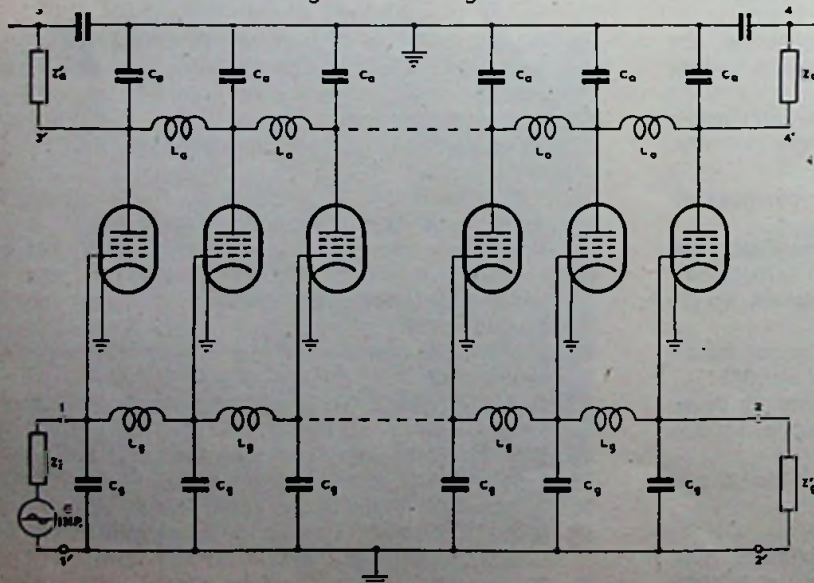
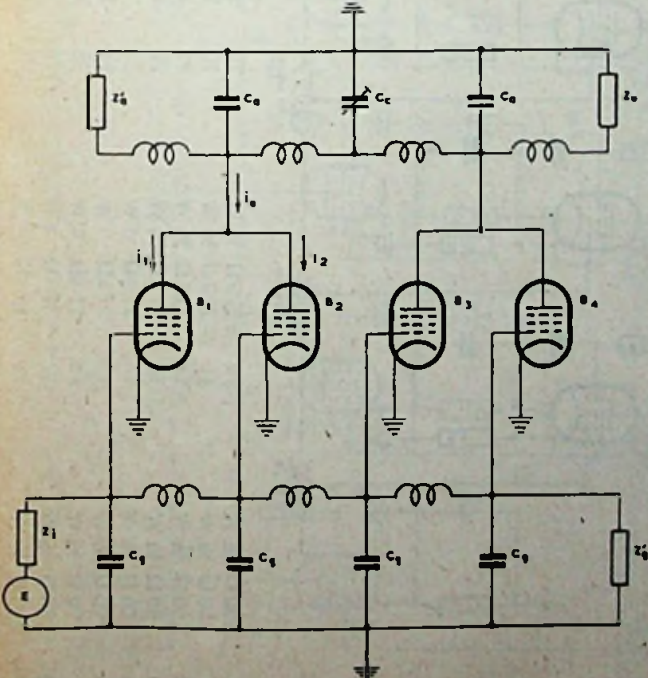

Fig. 1 Principe van de distributed amplifier.
Fig. 4. Paarsgewijze schakeling van de buizen.
niet en de steilheden wel opgeteld worden. Dit kan men doen door de rooster- en anode-capaciteiten op te nemen als shuntcapaciteiten in een kunstmatige voedingslijn. Het principe-schema van de aldus onstane distributed amplifier is weergegeven in fig. 1.
zodat de impedantie van de inputlijn van fig. 1 dus gegeven is door
De distributed amplifier is ook de enige versterker welke een grotere bandbreedte kan versterken dan men in een gewone versterker op grond van f₀ kan verwachten. Dit opent perspectieven voor toepassing van de overigens zeer steile VR65 (CV118). Bovendien komt men bij gewone versterkers praktisch niet uit boven 50% van de theoretisch berekende waarde. Wanneer men fig. 1 nader beziet, dan zal men opmerken dat hier een
T.w. paarsgewijze koppeling van de anoden of roosters. In fig. 4 is dit in schema gezet voor gekoppelde anoden. De roosters zijn hier op de normale manier aangesloten. De ontbrekende C₂ tussen twee secties wordt vervangen door een correctietrimmer C_c. De schakeling waarbij de roosters paarsgewijs worden verbonden en de anoden normaal geschakeld worden is geheel identiek aan die uit fig. 4 en blijft derhalve buiten discussie.
In ieder geval is gepoogd om aan te tonen dat de versterker uit fig. 4 voor het gehele frequentiebereik een gelijkmatige versterking heeft.
waar zijn en zal de versterking af gaan vallen bij hogere frequenties. De versterker uit fig. 1 geeft echter juist voor de hogere frequenties een toename te zien: (fig. 3).
Het ligt dus voor de hand om de principes uit fig. 1 en fig. 4 te combineren tot een compromis.
Wanneer we de versterker nemen uit fig. 4 dan zou deze, indien verliesvrij, recht zijn tot aan de cutoff-frequentie. De roosterdemping heeft echter een afval in de hogere frequenties tengevolge en we merken reeds op, dat dan een compromis tussen fig. 1 en fig. 4 de aangewezen weg was. In de praktijk is dit toegepast en fig. 3 geeft de gemeten bandbreedte-kromme van een 2-traps cascadeversterker.
In fig. 4 is het schema weergegeven van een 4-traps versterker. Elke trap welke dus als zodanig een versterker